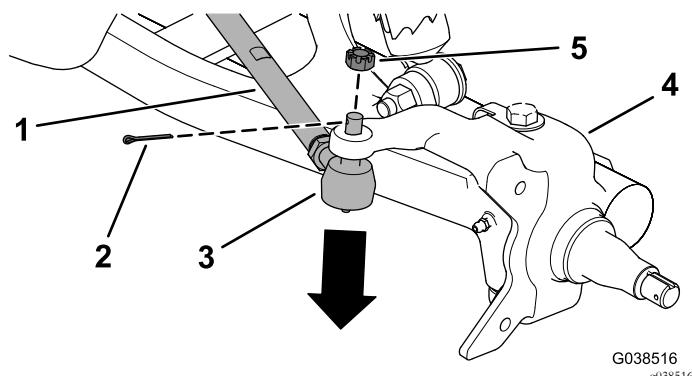

Figura 8
- Retire la chaveta y la tuerca hexagonal almenada de la articulación esférica de la biela, y desconecte la biela de la mangueta (Figura 8).
- Instale la biela en la mangueta usando la tuerca hexagonal almenada y la chaveta (Figura 8).